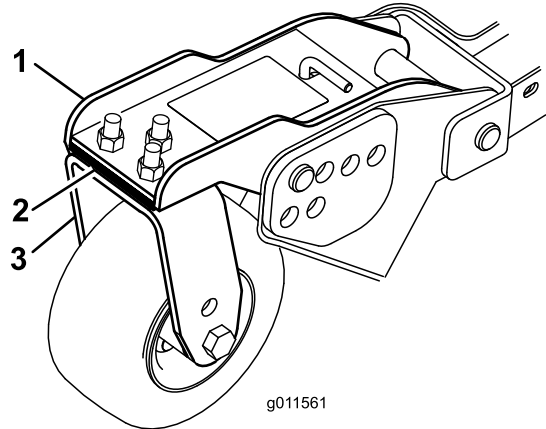

Figura 78
1. Retire los tornillos de caperuza y las tuercas que fijan el brazo de las ruedas giratorias a la horquilla de la rueda (Figura 78).